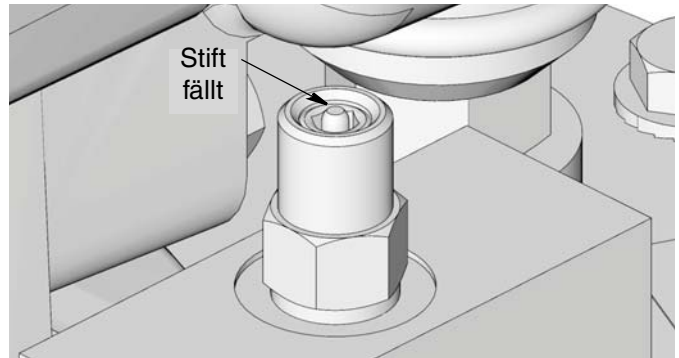

ABB. 15
Sicherstellen, dass der Stift des Absperrventils (S) der Automatikbefüllung unten ist. Siehe ABB. 15, Seite 16.